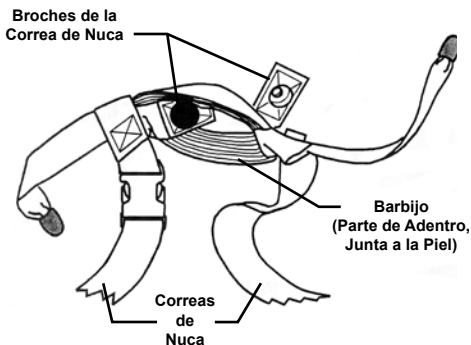

Figura 4-9. Instalación de la Correa de Nuca
5. Enhebre el barbijo por el extremo izquierdo de la correa de nuca y abroche el broche de la correa de nuca. (Véase la Figura 4-9.)
6. Enhebre el barbijo por el extremo derecho de la correa de nuca y abroche el broche de la correa de nuca. (Véase la Figura 4-9.)